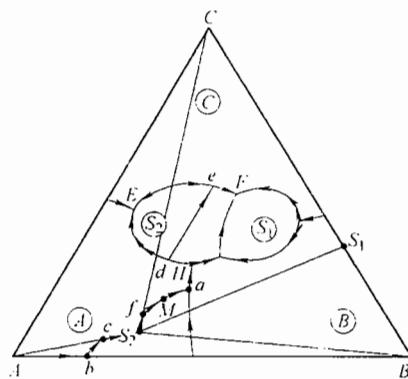

图 24-2 第七题解答图
2. 见图 24-2。
5.  $M$  点析晶路程见图 24-2。